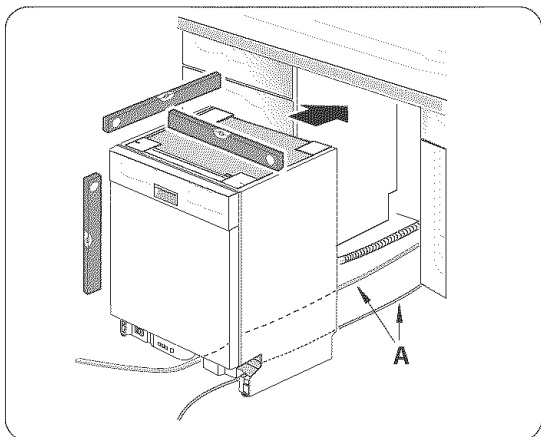
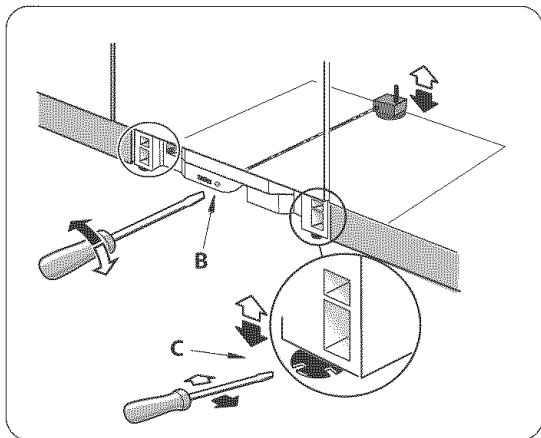

Figure 19
Figure 20
- 2) Positionner le lave-vaisselle assez près de l'ouverture pour acheminer le tuyau de vidange à la connexion du drain d'évier. S'assurer que la canalisation en eau chaude et le câble électrique sont dans leurs rainures sous la base de l'appareil comme à la figure 19, lettre A.
- 4) Vérifier le niveau comme à la figure 19. Régler le pied niveleur arrière en tournant la vis centrale devant le lave-vaisselle comme à la figure 20, lettre B. Tourner dans le sens horaire pour élever l'arrière de l'appareil. Régler les pieds niveleurs avant avec un tournevis comme à la figure 20, lettre C. Tourner vers la droite pour soulever. Si une hauteur additionnelle est nécessaire, il faudra peut-être des cales sous le pied niveleur.